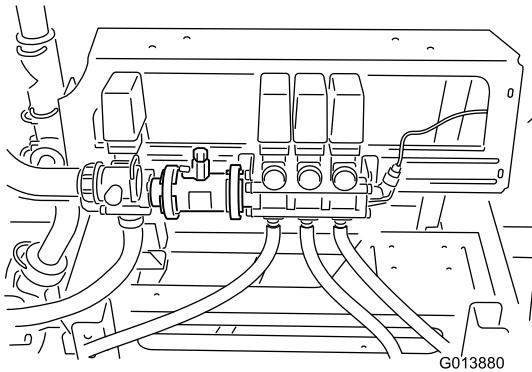

Figura 7
- Mova cuidadosamente o conjunto da válvula da rampa para a posição alinhada com o corpo do fluxímetro (Figura 7).